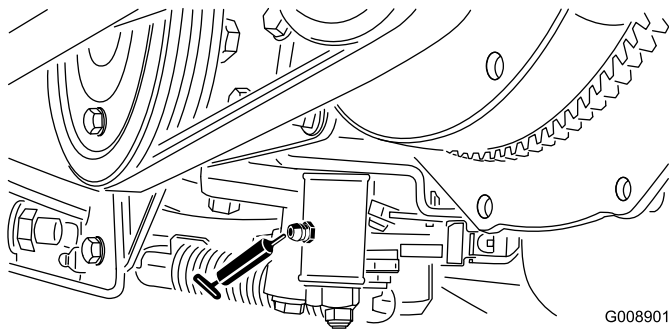

**Figura 51**
- Perni dell'apparato di taglio (2 cad.); fate riferimento alla Figura 51.